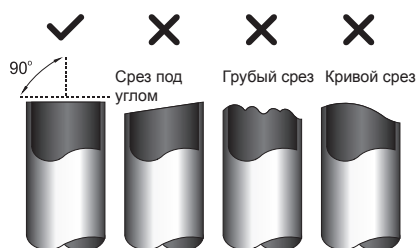

Рис. 5.1
3. Труба должна быть отрезана строго под углом 90° . Примеры неправильно отрезанных труб показаны на рис. 5.1.